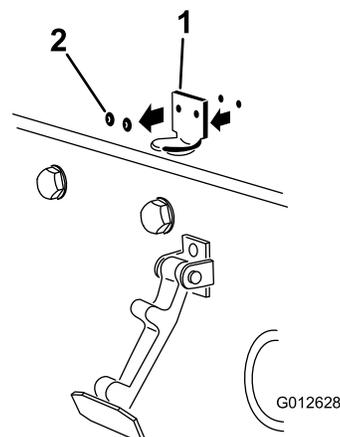

Figura 32
2. Retire os rebites (2) que fixam o suporte do fecho do capô ao capô (Figura 32). Retire o suporte do fecho do capô do capô.